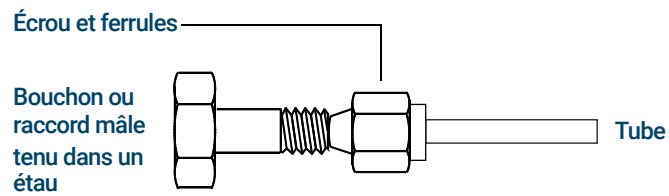

Figure 24. Assembler le raccord
- 3 Poussez le tube dans le raccord mâle en acier inoxydable. Voir la section **Figure 24**.